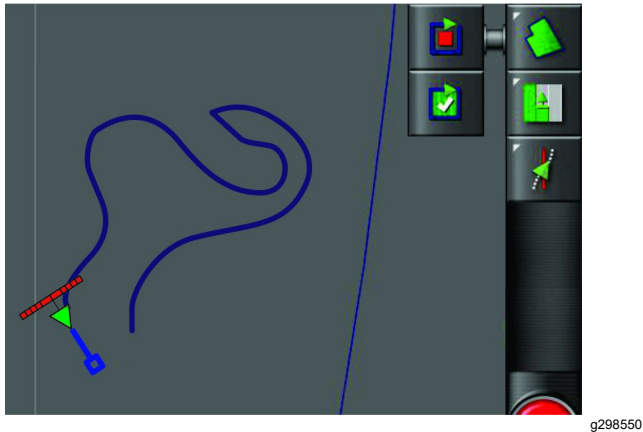

Figura 44
1. Cuando esté cerca del punto de partida del perímetro de la parcela, pare la máquina (Figura 44).